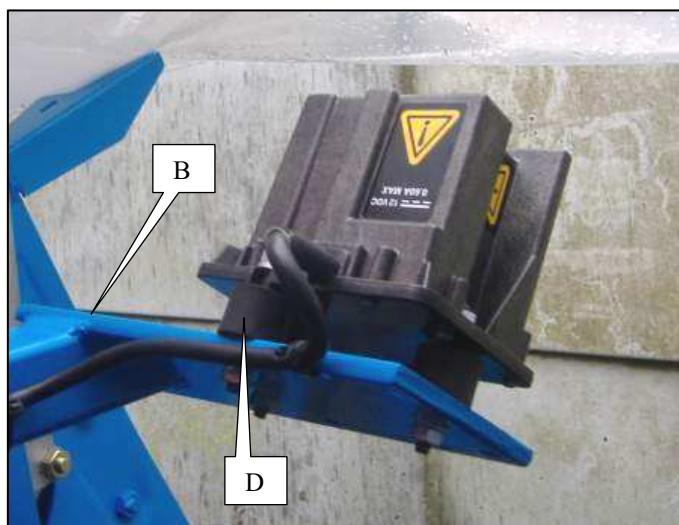

Fig. 3
-Fixer le radar sur son support à l'aide des 3 pièces de fixation caoutchoutées D (Fig.3).
-Secure the radar on its bracket using the 3 rubber securing parts D (Fig.3).
-Befestigen Sie den Radar auf seinen Träger mit Hilfe der 3 Gummi-Befestigungsstücke D (Abb. 3).